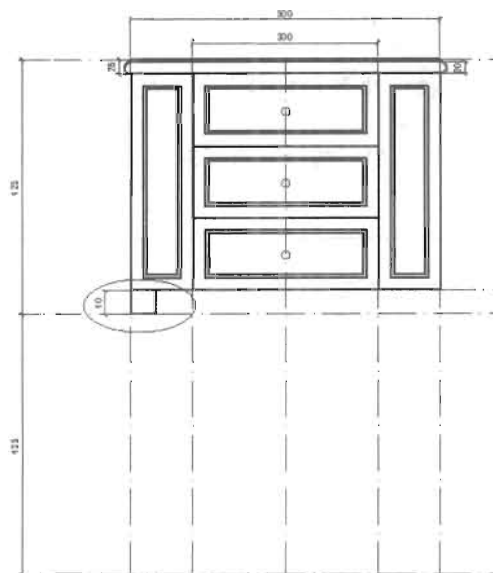

图 10-170
(1) 在柜体的左下角绘制一个 $40\text{mm} \times 40\text{mm}$ 的正方形，如图 10-170 所示。